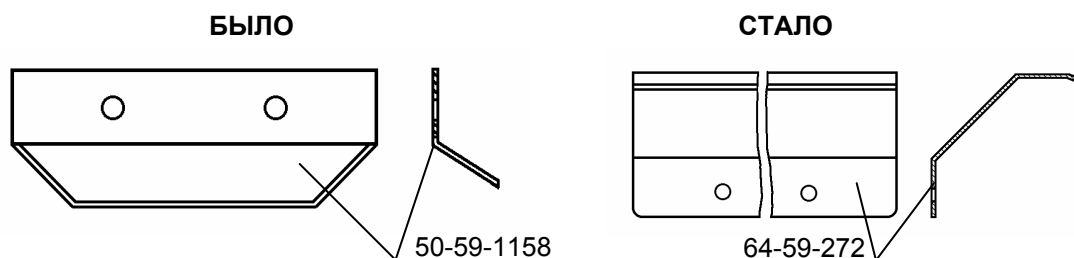

Рис. 5
4.1. Для защиты уплотнения дверей кабины от износа, взамен планок 50-59-1158 устанавливаются порожки 64-59-272 (рис. 5).